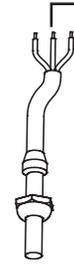

Bild 4
4. Die stromlose Zuleitung laut gesetzlicher Richtlinie vorbereiten. Das Kabel durch die Kabelverschraubung schieben und laut Kennzeichnung anschliessen (Bild 4). Den Deckel wieder aufsetzen und mit den 4 Schrauben (Bild 5) wieder festschrauben. Die Mutter der Kabelverschraubung anziehen. Achten Sie auf eine richtige Abdichtung, um den Strahlwasserschutz (IP65) zu gewährleisten.